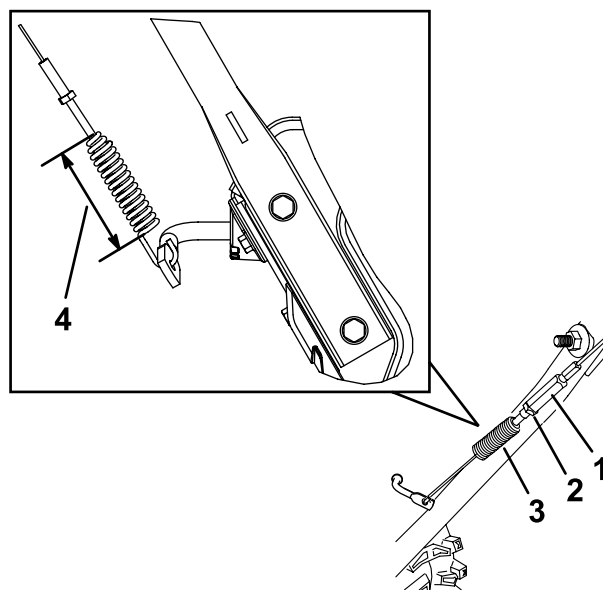

Figure 32
1. Desserrez l'écrou de blocage (Figure 32).
4. Serrez l'écrou de blocage (Figure 32) en vérifiant que le câble est légèrement tendu.
3. Desserrez ou serrez le tendeur pour régler la longueur du ressort à 6,6 cm (2-3/5 po), comme montré à la Figure 32.